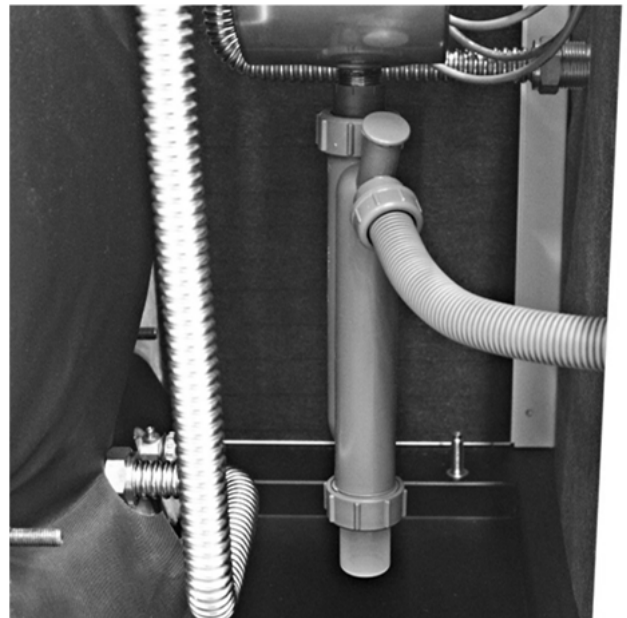

Abb. 9: Montage des Kondensatschlauchs
- ➔ Schieben Sie die Überwurfmutter und die Dichtung gem. Abb. 9 auf den Kondensatschlauch.